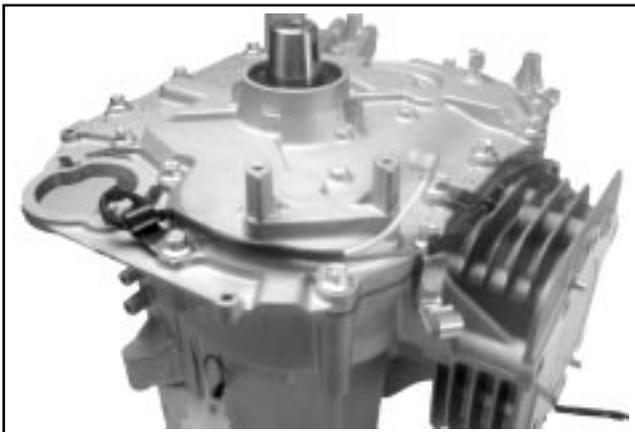

Figure 10-30. Plaque de fermeture en place.
4. Mettre en place les quatorze vis hexagonales attachant la plaque de fermeture sur le carter avec les pinces du faisceau de câbles et le câble à gaine de bougie RFI (emplacement #5, s'il y en a un) positionnés comme indiqué sur la Figure 10-30. Si le faisceau de câbles a été séparé de la plaque de fermeture, passer le faisceau à travers les pinces et la fente de la plaque de fermeture. Fermer les pinces pour maintenir en place le faisceau.